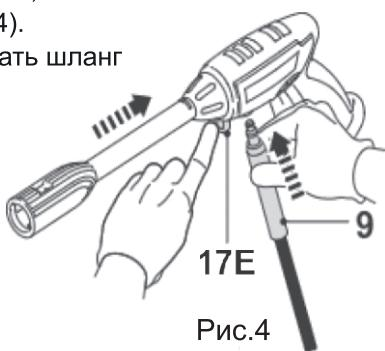

Рис.4
Нажмите на защелку (17e) на пистолете-распылителе (17), чтобы открыть соединительное отверстие, и вставьте разъем шланга высокого давления (9) (рис. 4).